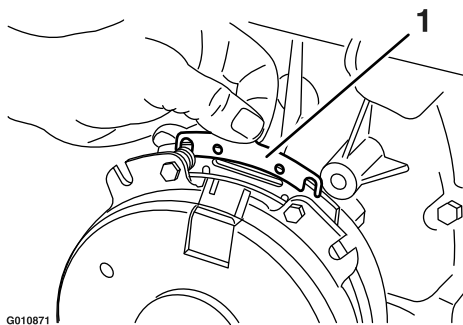

**Figure 66**
- A. Desserrez les boulons de fixation du frein d'un demi-tour à un tour complet, comme montré à la Figure 66.